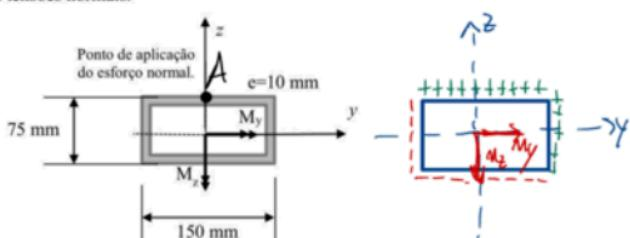

Figura 3.
3) Uma viga, materializada por um perfil retangular de secção oca com $150 \times 75 \times 10$ mm em aço S355, na secção mais desfavorável está sujeita aos seguintes esforços: $N = 70$ kN (compressão), $M_y = 20$ kNm e $M_z = 15$ kNm. Considerando que o esforço normal de compressão está aplicado excentricamente na secção (ver Figura 3) e que os sentidos dos momentos são os indicados na figura: